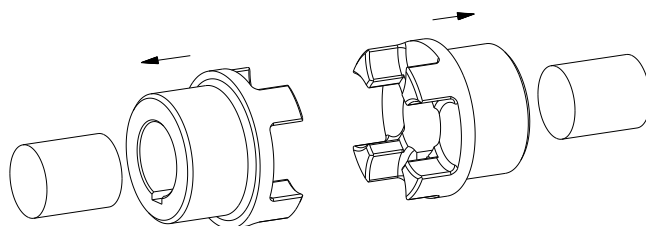

Fig. 13 : Montage des moyeux
- Monter les moyeux sur les arbres moteurs et récepteurs (voir fig. 13).